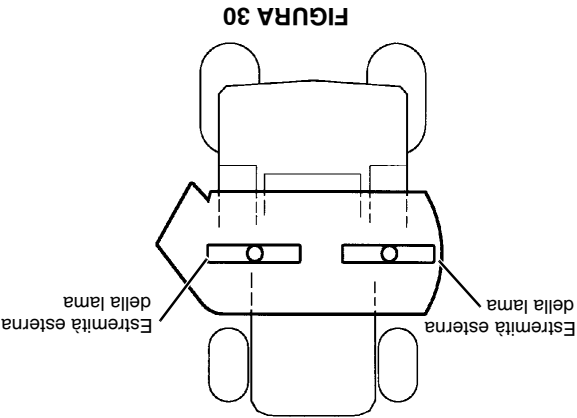

FIGURA 30
- Misurare l'altezza dalla superficie a livello con l'estremità esterna della lama sulle lame sinistra e destra (vedere FIGURA 30). La differenza tra le misurazioni non deve superare i 6 mm.